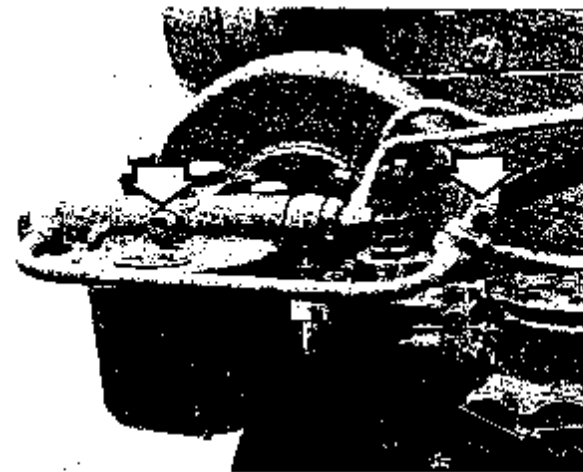

Abb. 45 Entlüftungsschrauben für die Kraftstoffanlage
- Entlüftungsschraube auf dem Feinfilter öffnen, siehe Abb. 45.
- Die eine Entlüftungsschraube abschrauben, siehe Abb. 45, und an deren Stelle ein Manometer anschließen.